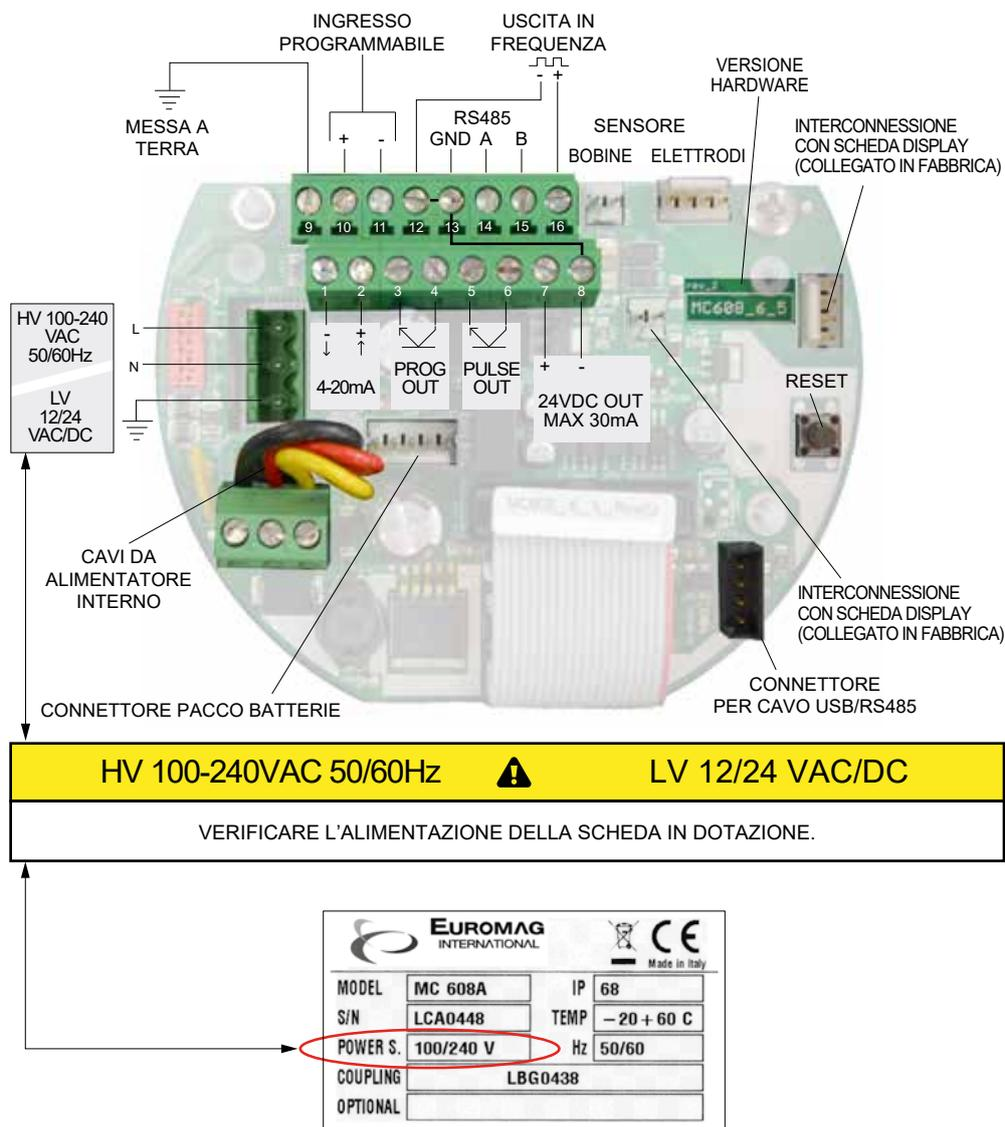

Fig. 23 Schema elettrico
-  Per eseguire il corretto collegamento elettrico del convertitore MC608 alla linea di alimentazione elettrica ed alla scatola di derivazione (nella versione separata) fare riferimento allo schema elettrico riportato al paragrafo 4.3.1 (Fig. 23).